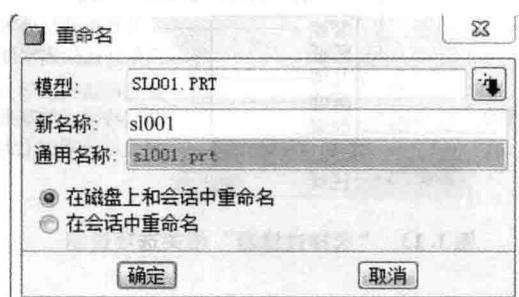

图 1.11 “重命名”对话框
①选择“文件”→“重命名”命令，打开“重命名”对话框，如图1.11所示。
②在“新名称”中输入新文件名，如“sl001”。
③单击“确定”按钮，完成文件重命名。